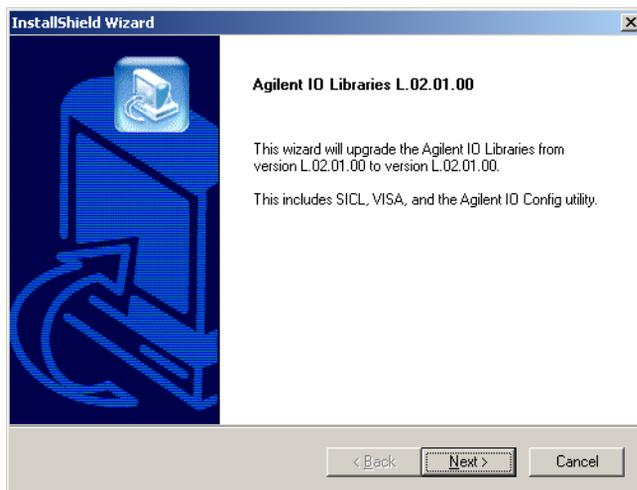

Figura 25 Finestra di installazione per le librerie Agilent I/O Rev. L.02.01.00
- 1 Avviare Windows Explorer e ricercare ed eseguire **iolibs.exe**. Seguire le istruzioni (vedere la Figura 25). Questa operazione installerà la biblioteca Standard Interface Control Library (SICL) sul computer, aggiornerà i registri e aggiungerà un nuovo gruppo di programmi chiamato Agilent I_O Libraries.
- 2 Quando appare la finestra del titolo (vedere la Figura 25), premere **Next** per visualizzare la finestra di dialogo della licenza e premere **Yes** per accettare le condizioni.